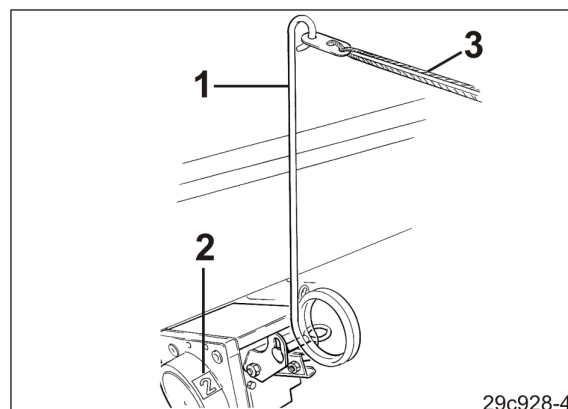

Bild 207
3. Ställ in körspår räknaren omedelbart innan arbetet börjar genom att dra i manöverspaken (Bild 207/1). Den aktuella körspår räknaren visas i fönstret (Bild 207/2) på kopplingsskåpet. Manöverspaken får endast manövreras via vajern (Bild 207/3) i traktorhytten.